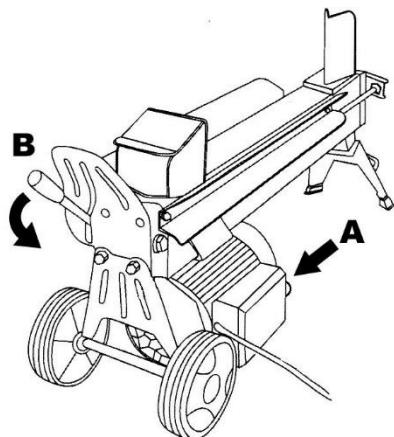

図 5
- モーターのスイッチを押して、モーターを回します。(図 5-A)
- 油圧操作レバーを下に押しつけると、油圧回路が切り替わり、プランジャーブロックが薪を押していく、薪が割れます。(図 5-B)